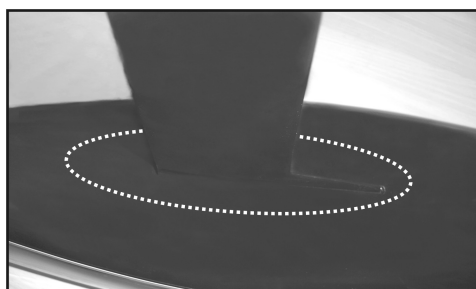

Figura 2b
- Montare la chiglia insieme alla zavorra dalla parte inferiore dello scafo, come mostrato nella Figura 2b.
Per sigillare lo scafo, all'area cui è collegata la chiglia deve essere applicato del silicone (Figura 2b, linea tratteggiata).